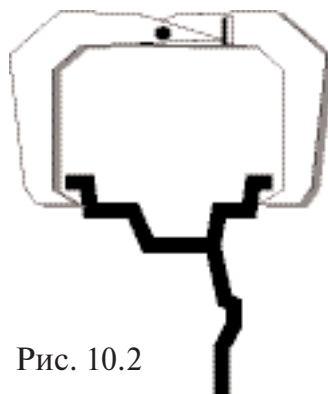

Рис. 10.2
10.3. Ширина обода обычно отмечена на его маркировке. При отсутствии маркировки или невозможности ее прочтения ширину следует измерить специальным инструментом - кронциркулем (см. рис. 10.2)